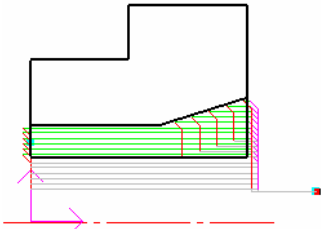

图 4-70 粗车加工内孔轨迹
7) 生成刀具轨迹。当确定好进退刀点后，系统会自动生成绿色的刀具轨迹，如图 4-70 所示。